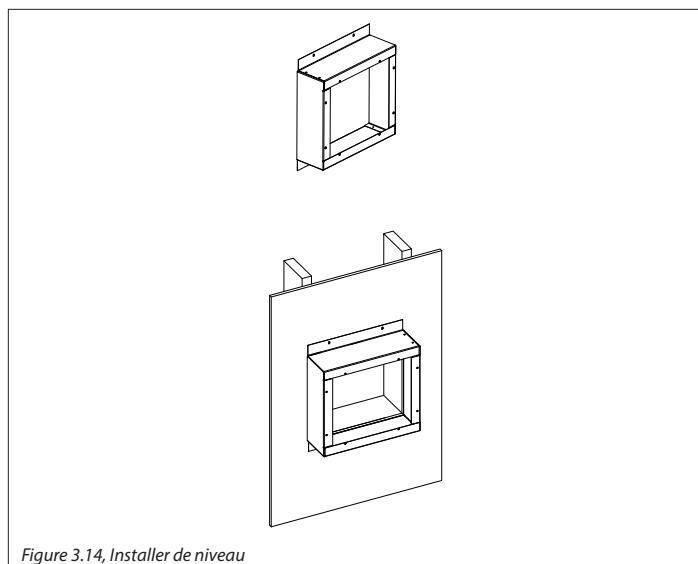

Figure 3.14, Installer de niveau
2. Vissez deux des vis à bois fournies dans les extrémités opposées des deux brides externes. Ceci fixera la boîte d'extension du KPV-FEK au bâtiment et permettra de l'installer bien d'équerre. Voir Figure 3.14. Calfeutrez tous les coins, joints et lignes de pliage avec du scellant à base de silicone (ayant une résistance minimale de 300°F en exposition continue). Vérifiez que tous les trous et fentes sont remplis pour former une enveloppe scellée étanche.